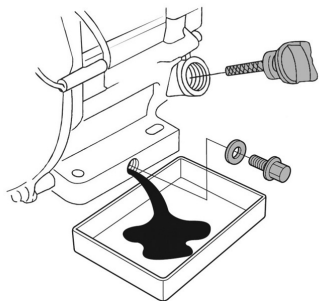

Рис. 24. Замена масла в двигателе
4. Очистите от загрязнений зону вокруг маслосливной горловины. Извлеките крышку-щуп из маслосливной горловины (Рис. 24) и протрите щуп чистой ветошью.
(1) Техническое обслуживание должно осуществляться более часто, при работе в пыльных условиях.
(2) Данный вид работ необходимо выполнять в авторизованном сервисном центре.
5. Открутите пробку для слива масла и слейте отработанное масло в подготовленную для этого емкость (Рис. 24).